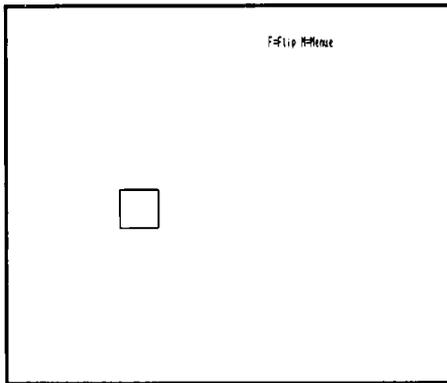

Abb. 6.1.24 Das ist das Ergebnis eines Programmlaufes
9. Nun die Adresse 8800 oder den Namen RAM eingeben und die Taste „CR“ drücken. Dann erscheint das Quadrat auf dem Bildschirm, wie *Abb. 6.1.24* zeigt. Wenn man die Taste „M“ drückt, so gelangt man wieder ins Grundmenü zurück.